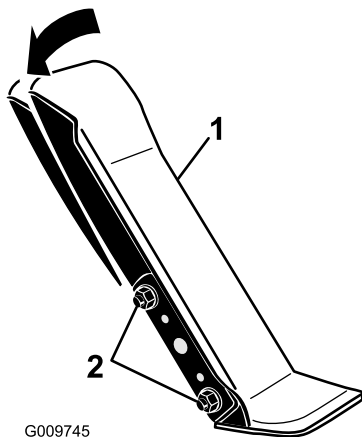

Figura 57
1. Desaperte as duas porcas e parafusos que fixam o lado esquerdo do pedal de tração ao suporte (Figura 57).
2. Rode o pedal para o ângulo de funcionamento pretendido e apertar as porcas (Figura 57).